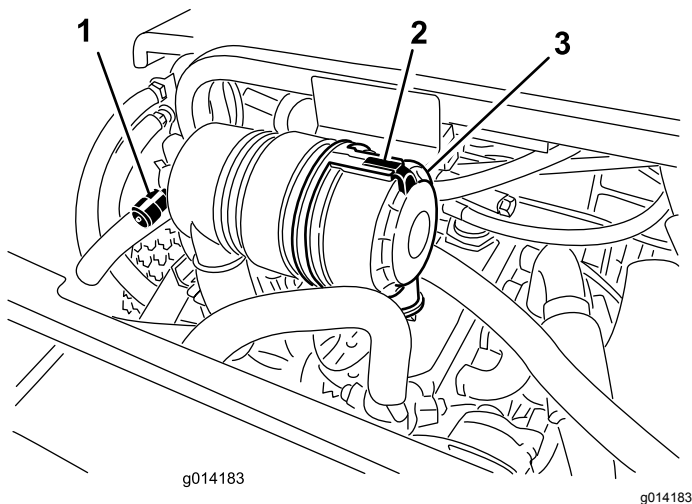

Figura 30
Nota: Eleve a máquina do chão com um macaco e prenda-a com apoios para permitir a melhor deslocação do lubrificante através dos casquilhos do pino principal superior e inferior. Tem de observar a saída de lubrificante da parte superior e inferior das áreas de eixo/casquilho dos quatro pinos (Figura 30).
Faça a manutenção ao filtro de ar apenas quando o indicador de manutenção (Figura 30) o exigir. Mudar o filtro de ar antes de ser necessário apenas aumenta a possibilidade de entrar sujeira no motor quando retira o filtro.
1. Liberte o trinco que fixa a cobertura do filtro de ar ao respetivo corpo (Figura 30).